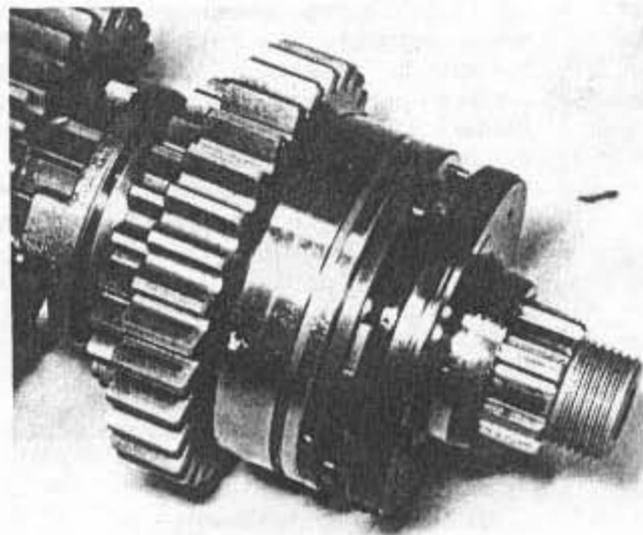

Bild 77
- Die obere Motorgehäusehälfte so anordnen, dass sie auf den Zylinderstehbolzen und der hinteren Partie des Gehäuses ruht. Vor dem Einbau müssen die Getriebewellen vollständig zusammengebaut werden, d. h. mit Zahnrädern, Lagern und Wellendichtringen. Um Beschädigung zu vermeiden, sind die Dichtlippen der Wellendichtringe vor dem Einbau einzuölen. Man beachte, dass die Nebenwelle mit zwei nebeneinanderliegenden Wellendichtringen versehen ist (Bild 77). Der innere Wellendichtring, welcher gegen die Stirnfläche des Getriebelagers gesetzt ist, muss so angeordnet werden, dass die nach Manier der Kronmutter angebrachten Zungen nach aussen zeigen. Der äussere Wellendichtring ist so zu montieren, dass die hohe Seite nach innen zeigt.